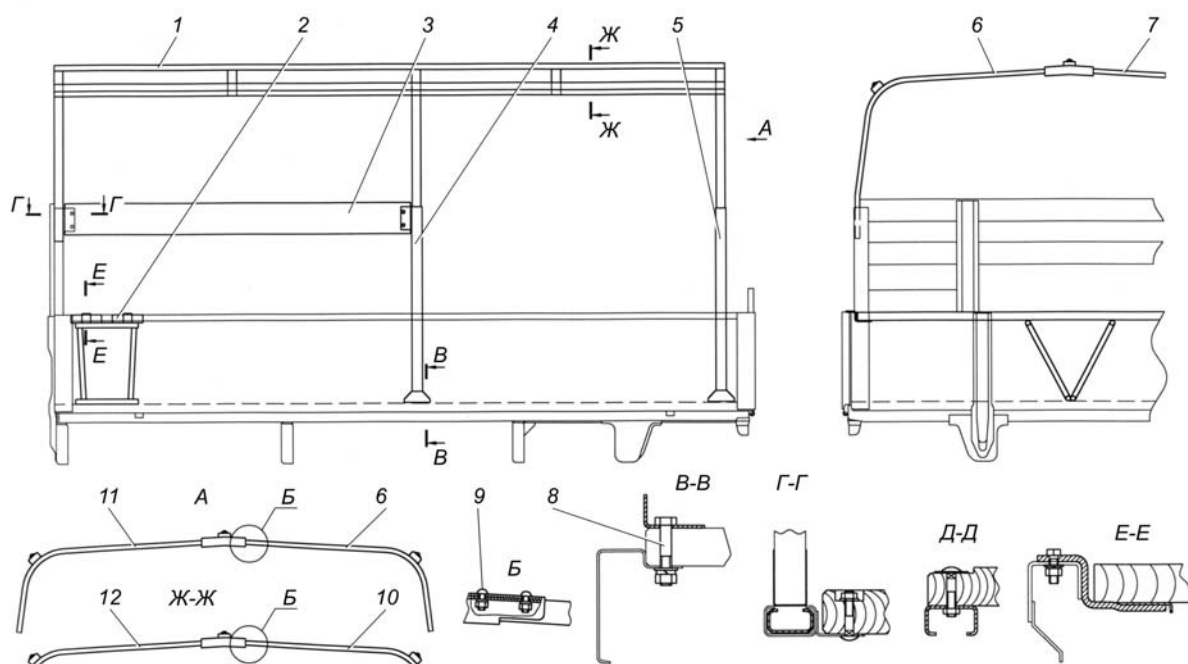

Рис. 12.2. Установка деталей каркаса тента и сиденья:
1. Установить стойки 4 и 5 (рис. 12.2) и стойку тента среднюю правую (на рис. не показана) дуг тента. Стойку 4 установить с левой стороны платформы, а стойку тента среднюю правую с правой стороны, предварительно вывернув